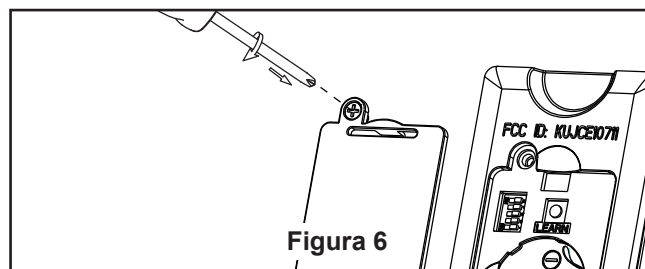

Figura 6
- ☐ 8. Vuelva a colocar la cubierta de la batería en el mando a distancia con un tornillo retirados previamente. (Figura 6)